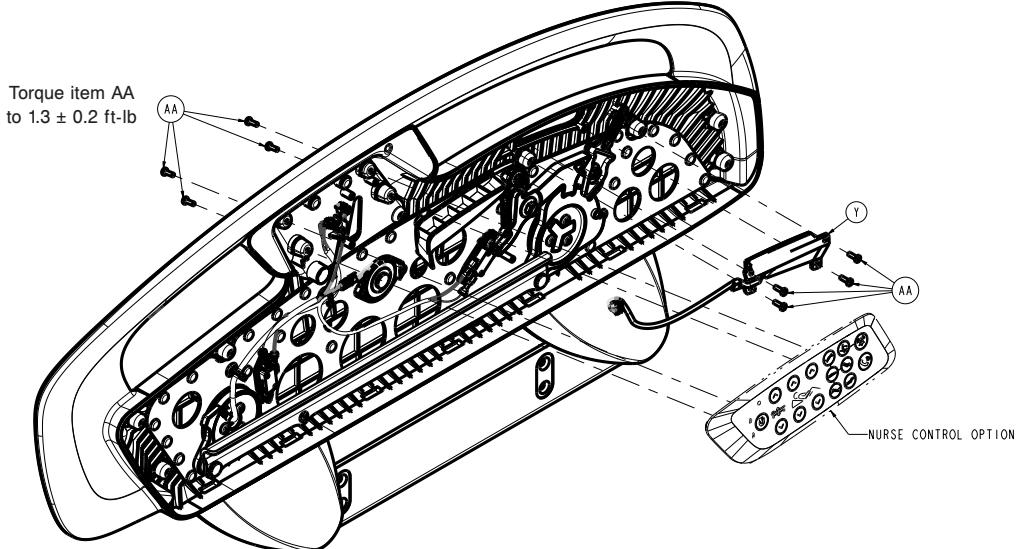

Figure 54 – Remplacement de la carte de commande infirmier/infirmière
- À l'aide d'un tournevis Torx T20, retirer les quatre vis (AA) qui fixent la carte de commande infirmier/infirmière à l'arceau de la barrière (Figure 54). Conserver les vis. Laisser pendre la carte de commande infirmier/infirmière.
10. À l'aide d'une clé Torx T20, retirer les quatre vis (AA) qui fixent la carte de commande du patient (Y) à la barrière et débrancher le câble (Figure 54).
10. À l'aide d'un tournevis Torx T20, retirer les quatre vis (AA) qui fixent la carte de commande infirmier/infirmière à l'arceau de la barrière (Figure 54). Conserver les vis. Laisser pendre la carte de commande infirmier/infirmière.
12. À l'aide d'un tournevis Torx T20, retirer les quatre vis (AA) qui fixent la carte de commande du patient (Y) à l'arceau de la barrière (Figure 54). Retirer et conserver la carte et le câble.
13. À l'aide d'un tournevis Torx T20, retirer les deux vis (AA) qui fixent le haut-parleur (V) à l'arceau de la barrière. Conserver les vis. Retirer et conserver le haut-parleur.